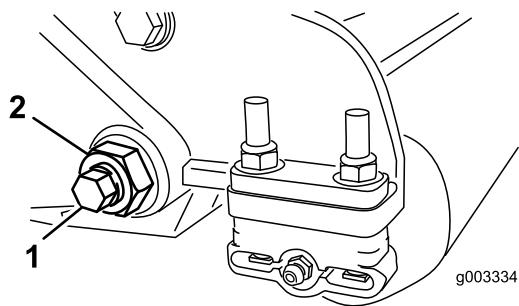

图25
4. 拆下两个底刀架螺栓，向下拉动底刀架并从机器螺栓（图25）上拆下来。
3. 在机器的两侧，松开固定底刀架螺栓（图25）的锁紧螺母。